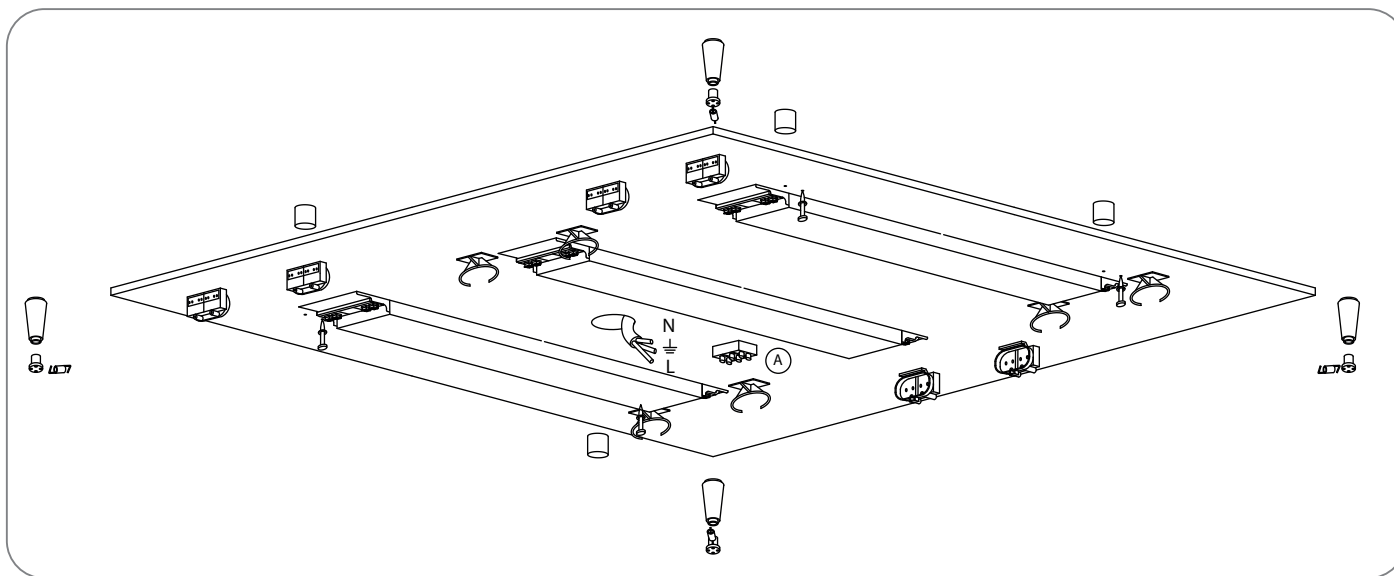

Fig.2
3. Colocar los conos C mediante tacos y tirafondos, como indica la fig 2 y RESPETANDO las medidas que indica la fig 3. NOTA: Utilizar la plantilla para el cálculo de las distancias de los conos, teniendo cuidado de hacer bien tope en el borde de la placa (fig 3). Estas medidas son MUY IMPORTANTES para que la tela quede correctamente colocada.
3. Fix lampholders C using blocks and lag screws as per fig 2, CONSIDERING sizes as per fig 3. REMARK: Use the template in order to calculate right distances for lampholders. Be careful that an accurate plate stoppage is achieved as per fig 3. This sizes are VERY IMPORTANT to achieve a good cloth setting.
3. Die Lampensockel C mit Hilfe der Dübel und Schrauben im Sinne der Abbildung 2 unter BERÜCKSICHTIGUNG der in der Abbildung 3 angegebenen Abmessungen anbringen. HINWEIS: Verwenden Sie die Schablone (wobei darauf zu achten ist, einen sauberen Anschlag am Platterang im Sinne der Abbildung 3 herzustellen) zur Berechnung des Abstandes zwischen den Lampensockeln. Diese Abmessungen sind sehr wichtig für das ordnungsgemäße Anbringen des Stoffes.
3. Collocare le bussole C mediante tasselli e tirafondo come da fig 2 OSSERVANDO le misure indicate in fig 3. NOTE: Utilizzare il modello (avendo cura di fare fondo sul bordo della piastrina, come da fig 3) per il calcolo delle distanze delle bussole. Tali misure sono MOLTO IMPORTANTI per la corretta collocazione della tela.